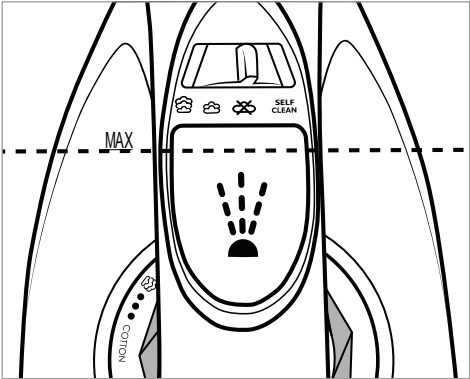

Bild 1
- 3) Använd måttbägaren **1** för att fylla på vattentanken  **2** till **MAX** markeringen (se bild 1).